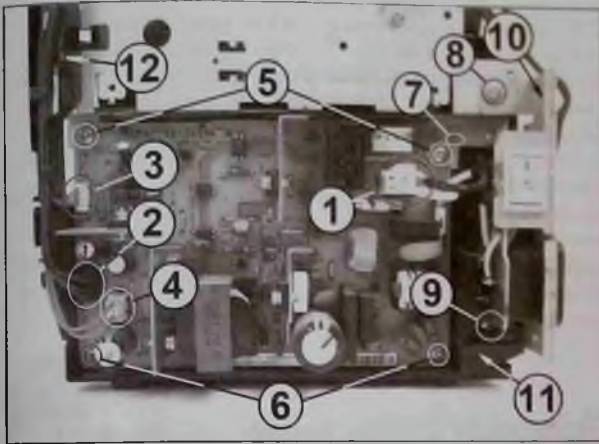

Рис. 7
4. Освобождают фиксатор и отключают разъем (1 на рис. 7) жгута подачи напряжения питания от сетевого разъема на плату.
- P202 — подачи питания на платы форматера и коммутации (2 на рис. 7);
- P203 — подключения платы коммутации (3);
- P204 — подключения датчика закрытия задней крышки (4).
6. Откручивают четыре винта (5 и 6) крепления платы к правой боковой стойке, перемещают левую сторону платы к себе, выводят ее правую сторону из фиксатора (7). В заключение снимают плату источников питания с принтера.
7. Откручивают два винта (8 и 9) крепления кронштейна (10) сетевого разъема и выключателя питания принтера. Перемещают кронштейн к себе и снимают его с устройства.
8. Запоминают местоположение и снимают изоляционную пластину (11), расположенную за платой источников питания.
9. Вынимают шлейф и жгуты из канала прокладки (12 на рис. 7), освобождают фиксатор и снимают канал с металлической боковой стойки.